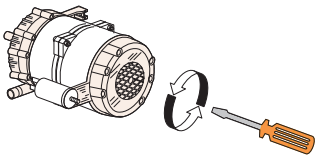

Abb. 8
1. Laufrad der Nachspülpumpe prüfen. Blockiertes Laufrad: Motorwelle mit einem Schraubenzieher drehen (siehe Abb. 8).
3. Laufrad der Nachspülpumpe prüfen. Blockiertes Laufrad: Motorwelle mit einem Schraubenzieher drehen (siehe Abb. 8).